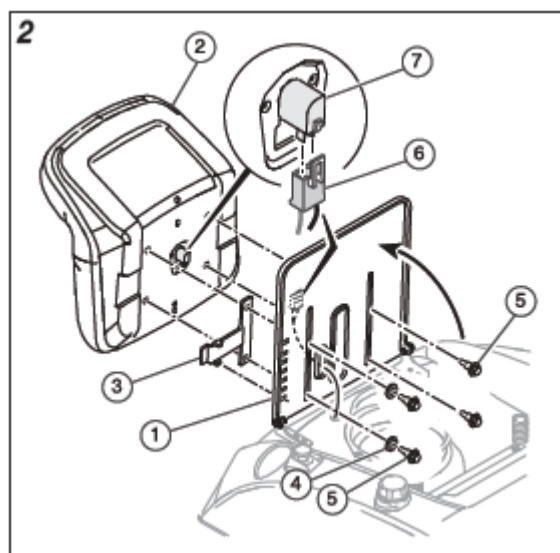

Рис. 2
1. Поднимите раму сиденья (см. рис. 2).